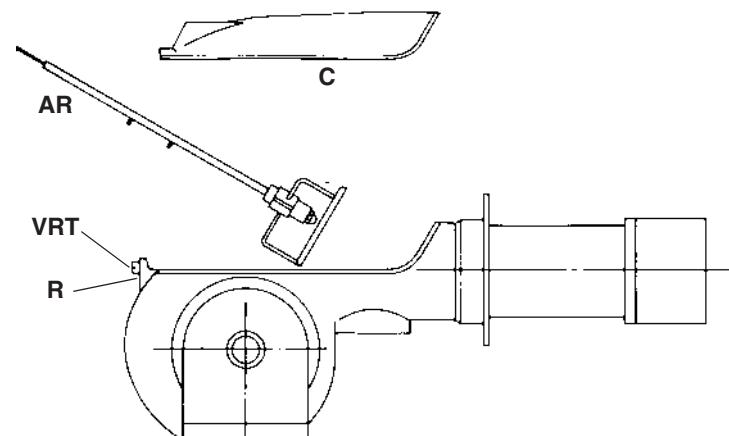

Рис. 23
- 3 открутить присоединительные гайки (E на Рис. 23) дизельных шлангов (использовать 2 ключа во избежание расслабления соединений, застопоренных на распределительном блоке);
- 5 вынуть полностью весь узел, как указано на Рис. 23.